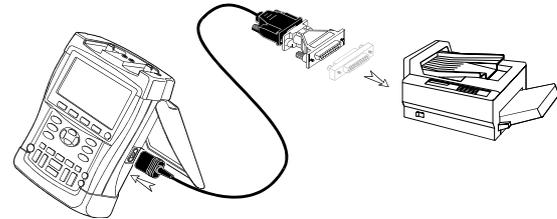

Abbildung 49. Anschließen eines Serielldruckers
- Das optisch isolierte RS-232-Adapterkabel (PM9080, als Option erhältlich), um einen Serielldrucker an die optische Schnittstelle (OPTICAL PORT) Ihres Meßgeräts anzuschließen. (Siehe Abbildung 49.)